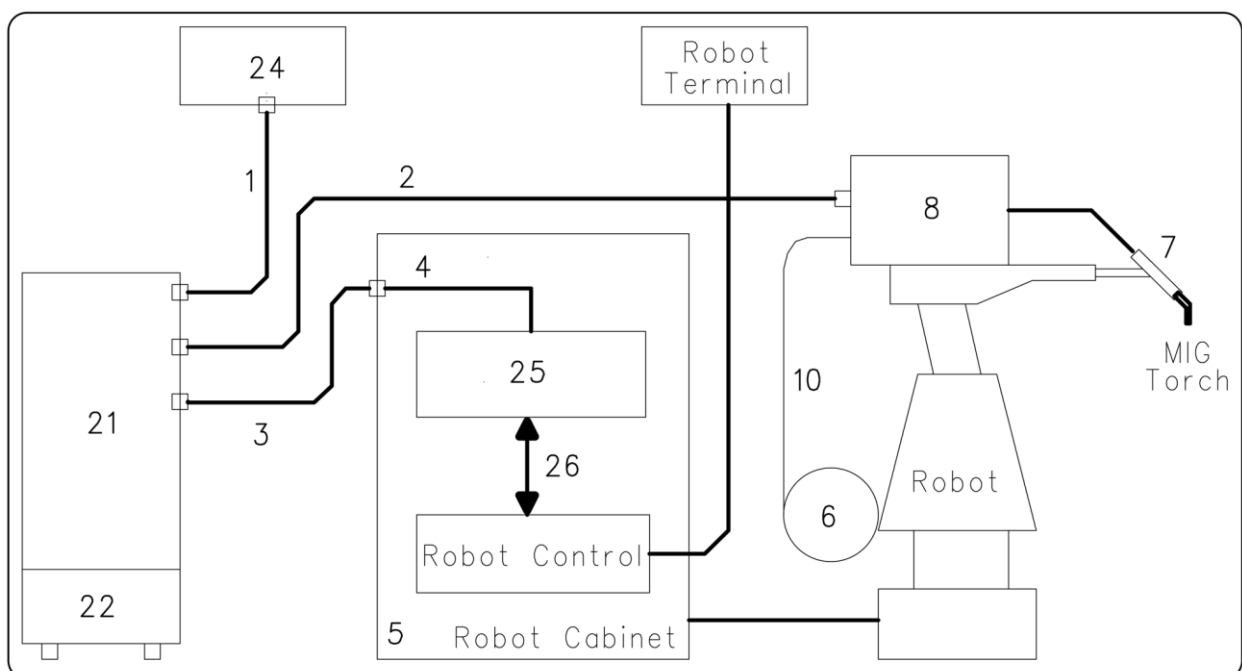

Abb. 1
2.1 Inbetriebnahme (Abb. 1).
Es umfasst eine Stromquelle sowie ggf. ein Kühlaggregat, ein Drahtvorschubgerät, eine Steuertafel und eine Roboterschnittstelle (siehe Abb. 1).